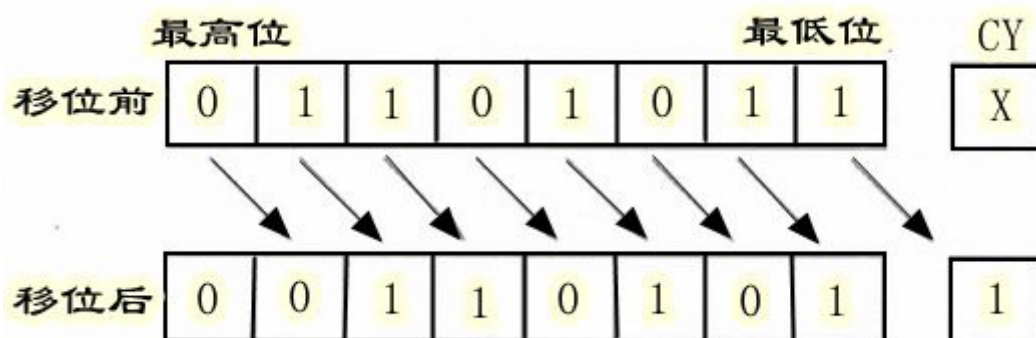

图 2-35 右移示意图
(2)右移。C51 中操作符为“>>”，每执行一次右移指令，被操作的数将最低位移入单片机 PSW 寄存器的 CY 位，CY 位中原来的数丢弃，最高位补 0，其他位依次向右移动一位，如下图 2-35 所示：